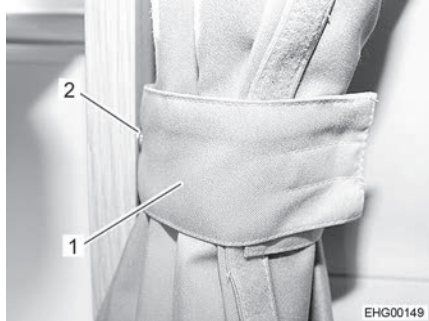

Fig. 7 Rideau occultant, sécurisé
- Sécuriser les deux moitiés du rideau occultant avec une attache (Fig. 7,1) et un bouton pression (Fig. 7,2).